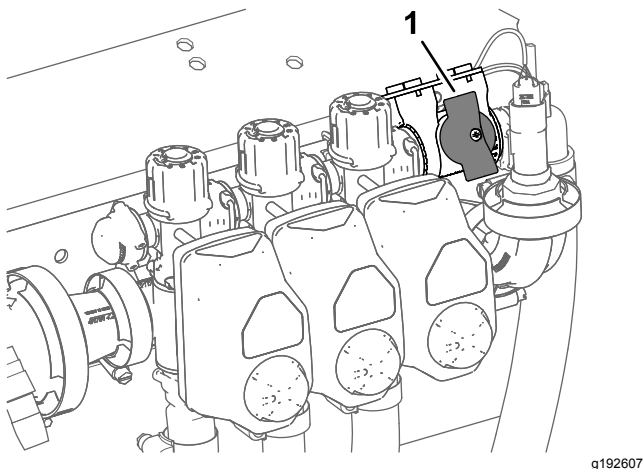

Figura 40
4. Per le macchine utilizzate in modalità con volume di applicazione, assicuratevi che la manopola della valvola di intercettazione del bypass delle sezioni sia sulla posizione chiusa (Figura 40).
5. Se la macchina è utilizzata in modalità con volume di applicazione, assicuratevi che la manopola della valvola di intercettazione del bypass delle sezioni sia sulla posizione chiusa (Figura 40).